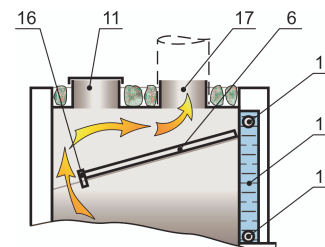

Рис. 2
Подача воздуха в топку (4) регулируется зольником (15). В печи имеется камера подогрева воды (12), предназначенная для приготовления теплой воды, которую трубами (см. рис. 2, 3) (18, 19)
В печи имеются два отверстия для подключения дымохода (11 и 18). В какое отверстие подключить дымоход решается на месте при установке печи. В соответствии с местом установки дымохода необходимо определить положение экрана (6) (вариант указан на рис. 2), а на свободное отверстие наложить крышку. Экран обеспечивает более равномерное нагревание поверхностей печи. Быструю циркуляцию горячего воздуха в бане обеспечивает воздушный зазор (2) между нагревательными поверхностями и декоративными щитами (3).